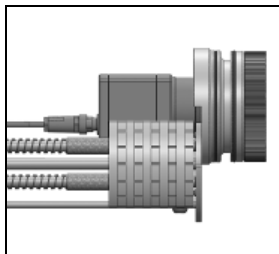
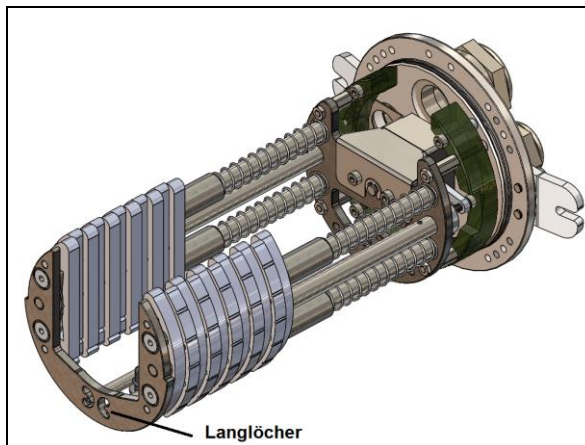
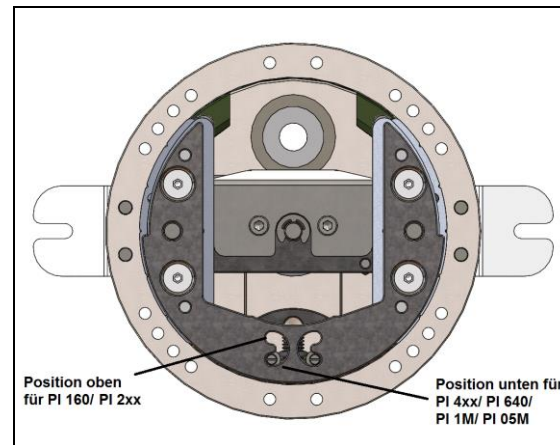
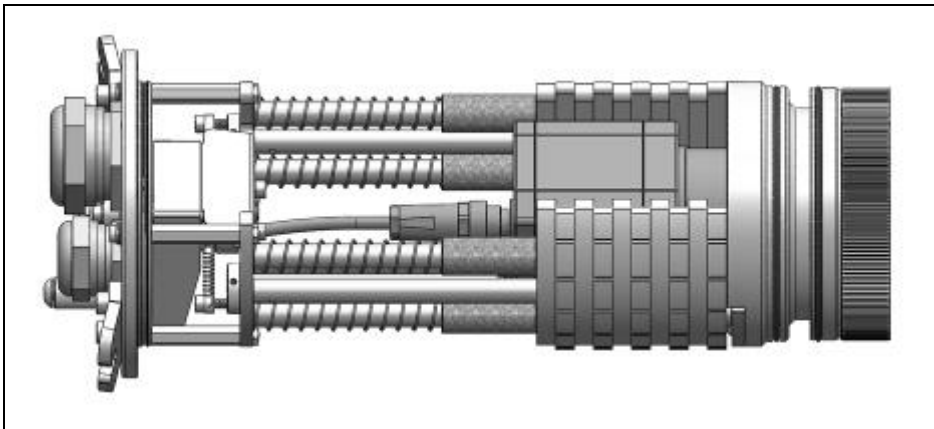

Abbildung 31: Einsetzen der Fokussiereinheit
Abbildung 32: Langlöcher unten am Chassis
Abbildung 33: Positionierung der zwei Stangen im Langloch für verschiedene Kameras
Abbildung 34: Fokussiereinheit mit Kamera im Chassis
2. Setzen Sie anschließend die Fokussiereinheit oder den Frontaufsatz mit der Kamera auf das Chassis (**Abbildung 31**). Achten Sie auf die richtige Positionierung der zwei Stangen unten am Chassis. Diese müssen im Langloch für die jeweilige verwendete Kamera entsprechend verschoben werden (**Abbildung 32**, **Abbildung 33**). Positionieren Sie die Kamera wie in **Abbildung 34** dargestellt, indem Sie die Fokussiereinheit nach unten drücken.